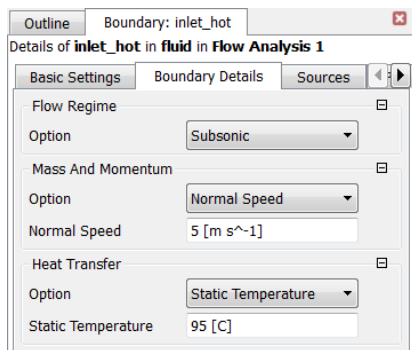

图 23-13 热水入口端流体参数
4) 在“Boundary Details”选项卡中，设置“Mass and Momentum”下的“Option”为“Normal Speed”，“Normal Speed”的值为“5[m s⁻¹]”，并设置“Heat Transfer”的“Option”为“Static Temperature”，“Static Temperature”为“95[C]”，如图 23-13 所示，然后单击“OK”按钮。